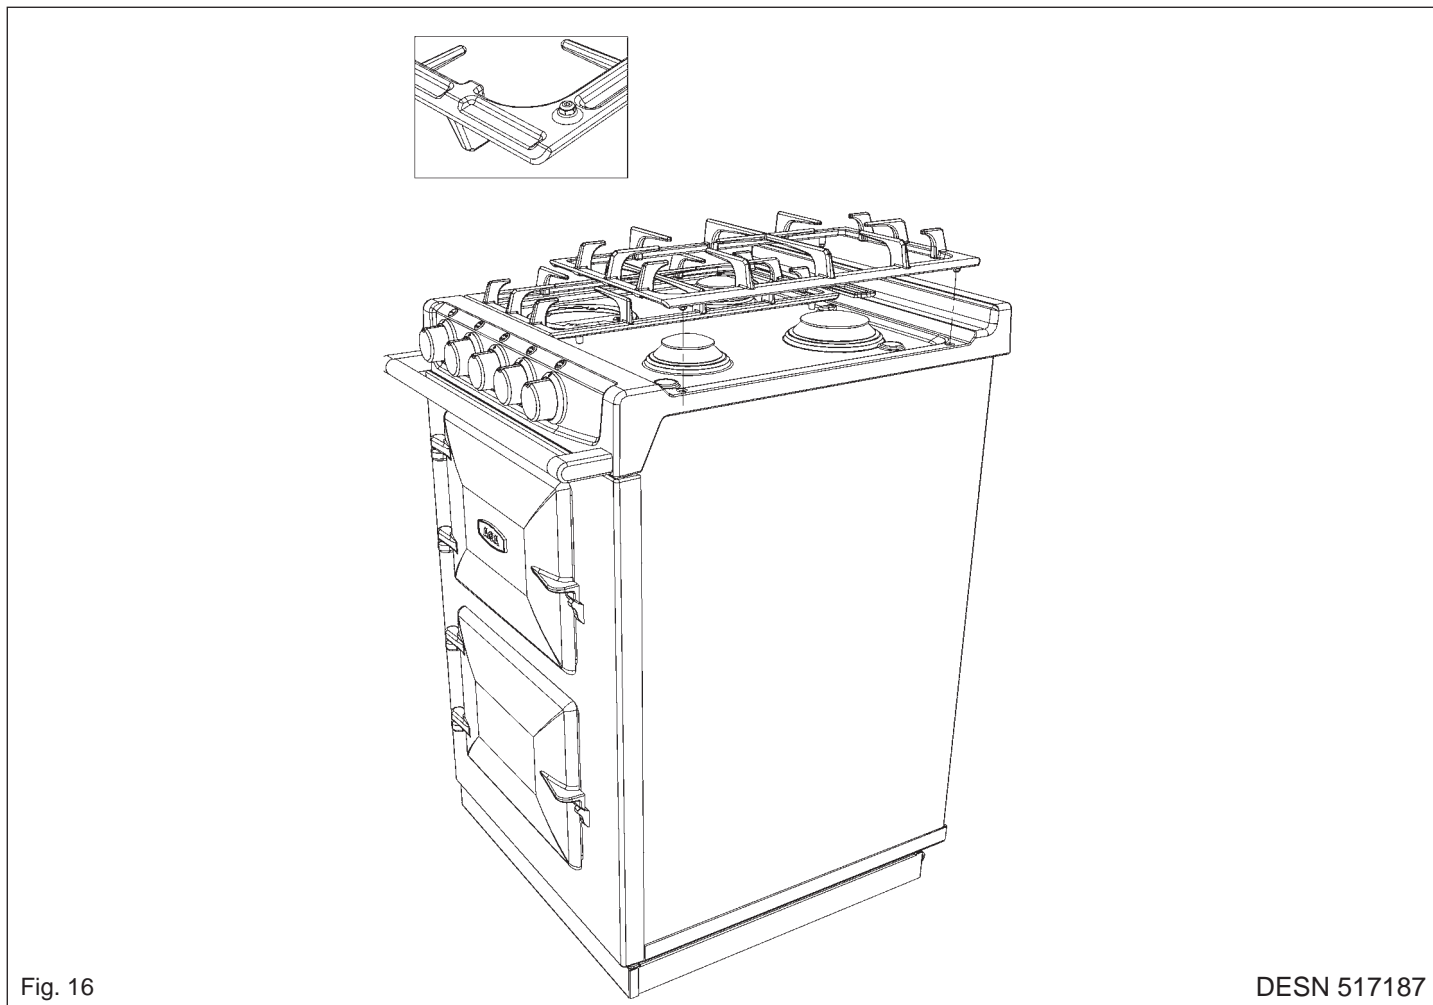

Fig. 16
- 1 Desserrez les écrous de retenus avec une clé  $\frac{1}{4}$ " (8 mm) (voir Fig. 16).